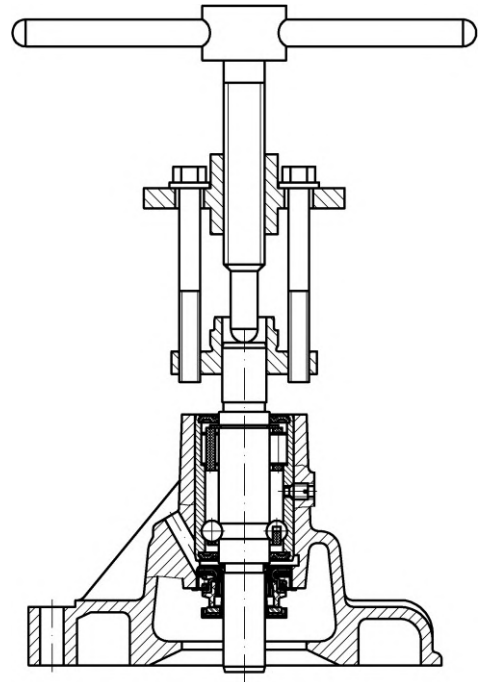

Abb. 111. Ausbau der
- mit einem Spezialwerkzeug die Nabe der Wasserpumpenriemenscheibe abnehmen (Abb. 111);